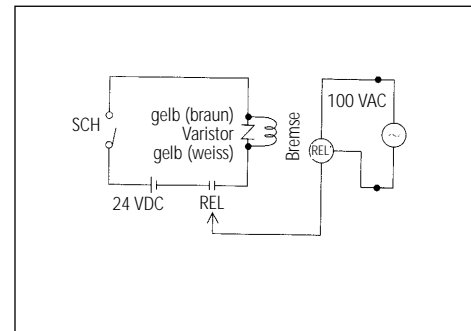

Abb. 4
- Gerät erst NACH ordnungsgemäsem elektrischen Anschluss der Bremse betreiben. Siehe Abb. 4. Die Bremse ist in nicht angesteuertem Zustand "verriegelt". Zur "Entriegelung" sind 24 VDC erforderlich. Siehe Abb. 4.